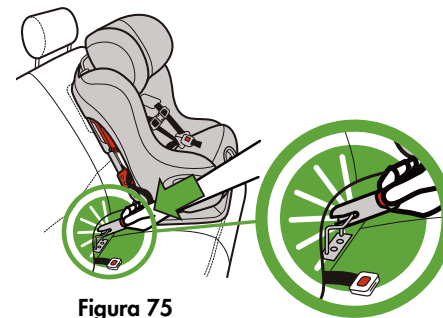

Figura 75
- Presione el conector LATCH en los sujetadores inferiores LATCH hasta que escuche un clic en el conector LATCH, como se ilustra en la **figura 75**.